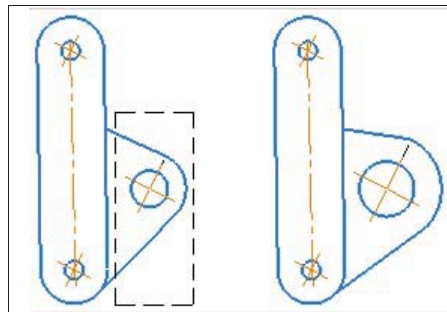

Рис. 11.26. Деформация масштабированием
- ◆ выделите *прямоугольной рамкой* правую часть объекта, как показано на рис. 11.26;